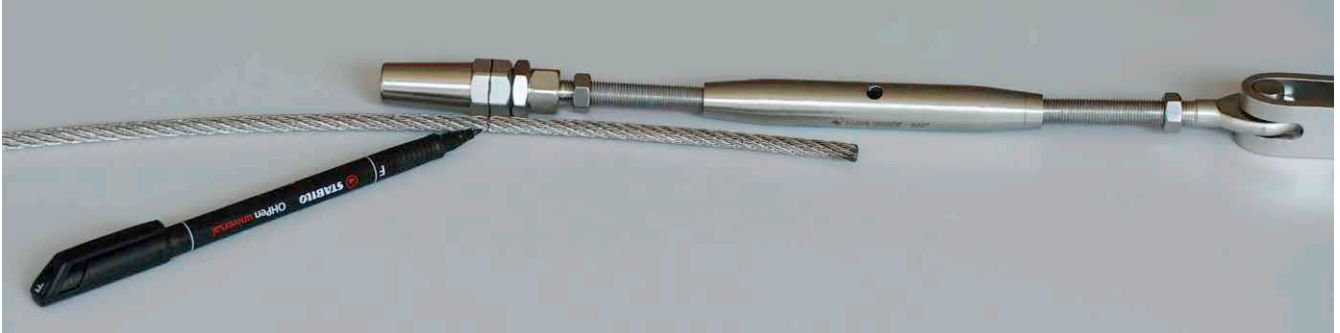

Bild 7
- 6** Montage des Niro-Seilspanners am anderen Ende des Seilsystems. Dazu das Spannelement mit dem Kettenschloss und mit der Anschlagereinrichtung verbinden. Nun den Niro-Seilspanner beidseitig soweit aufdrehen, dass noch 5 Gewindegänge eingeschraubt sind. Den Niro-Seilspanner mit dem Spannelement verbinden und die Länge des Drahtseils, wie in Bild 7 ersichtlich, bestimmen und abschneiden. Dann den Niro-Seilspanner genauso montieren wie den Gabelterminal.